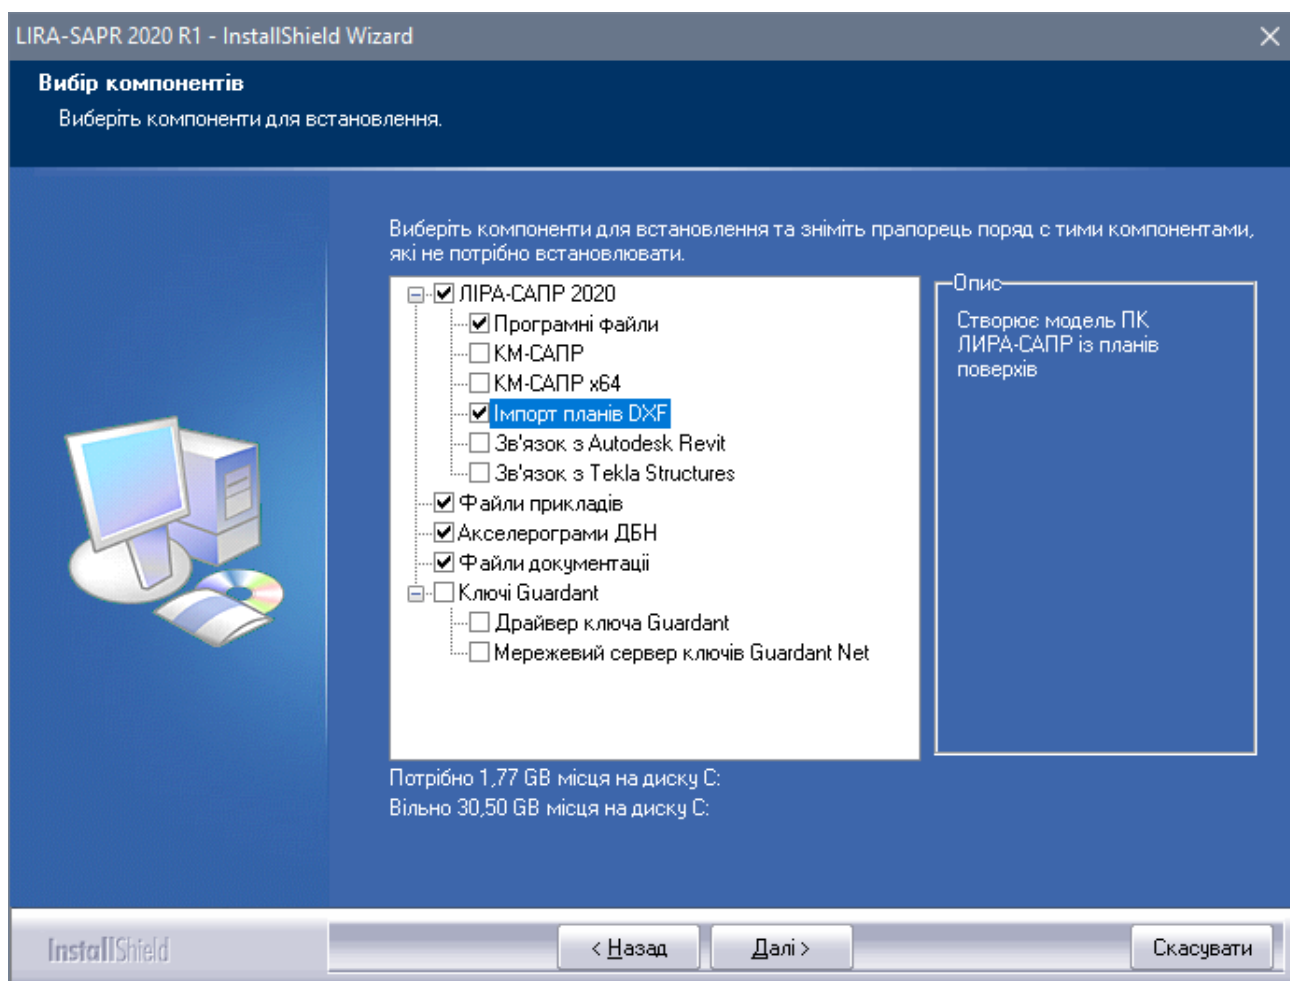
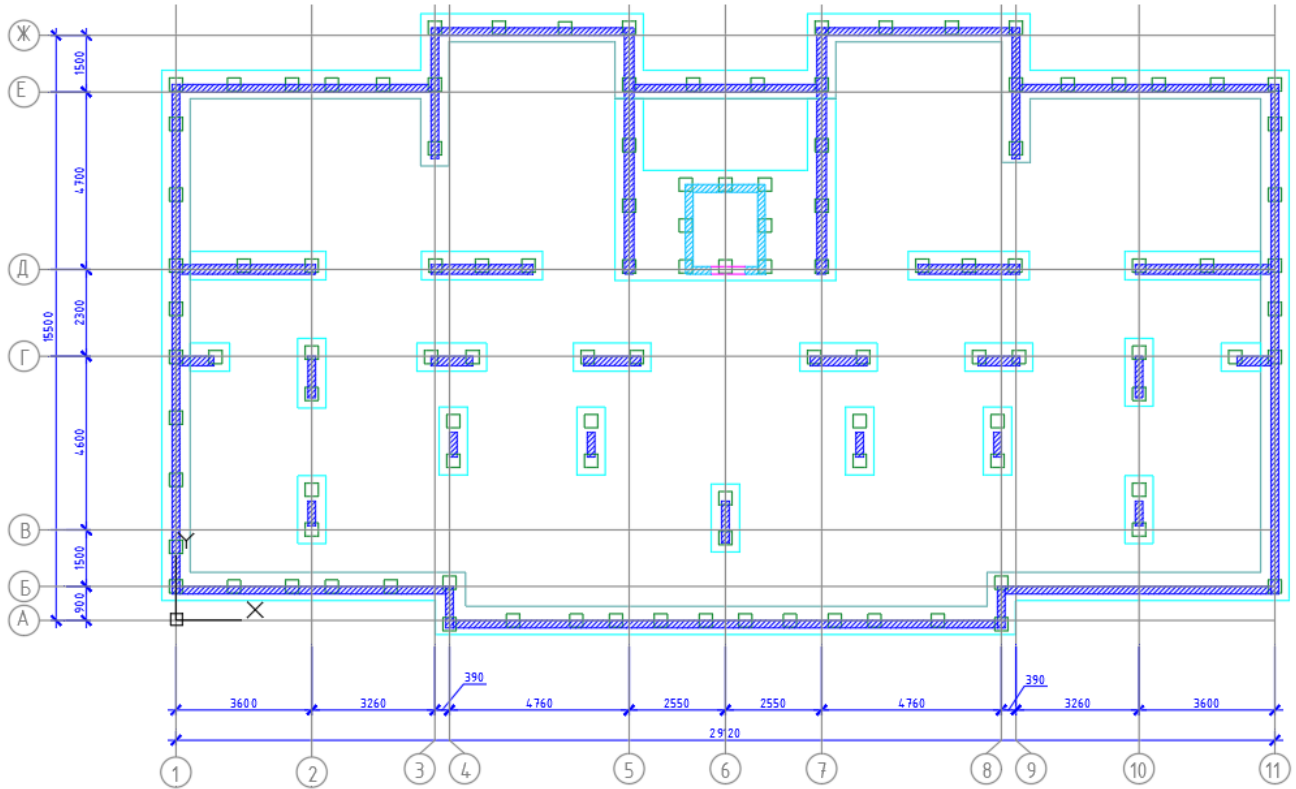

Рис. 14.1. Вибір компоненту Імпорт планів DXF при установці ПК ЛІРА– САПР
Рис. 14.2. Панель інструментів для AutoCAD
- б) Використовується компонент імпорту поверхових планів з AutoCAD (він вбудовується в AutoCAD безпосередньо при установці ПК ЛІРА– САПР (рис. 14.1).
Для того, щоб скористатися способом б для завдання властивостей об'єктів необхідно при установці ПК ЛІРА– САПР встановити компонент Імпорт планів dxf (рис. 14.1), який вбудовує необхідні панелі інструментів у AutoCAD (рис. 14.2).
- На вбудованій панелі інструментів для AutoCAD (рис. 14.2) натисніть та утримуйте першу команду **Шари**.
- На вбудованій панелі інструментів для AutoCAD (рис. 14.2) натисніть і утримуйте першу команду **Шари**.